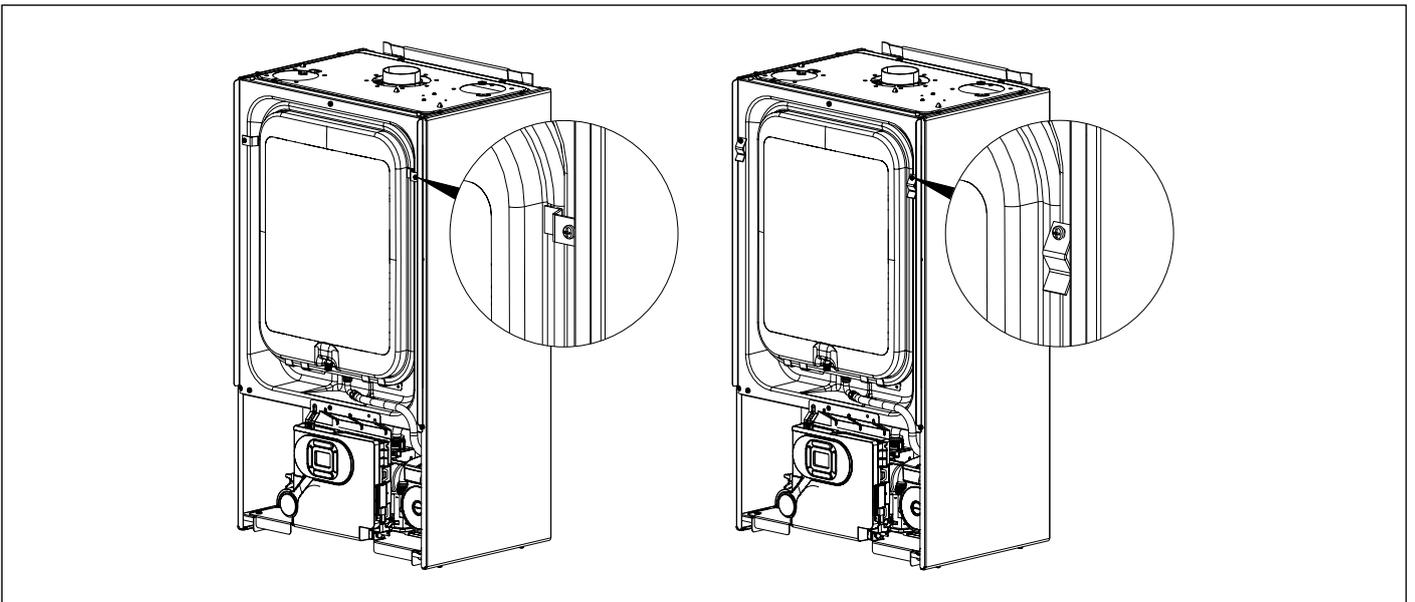
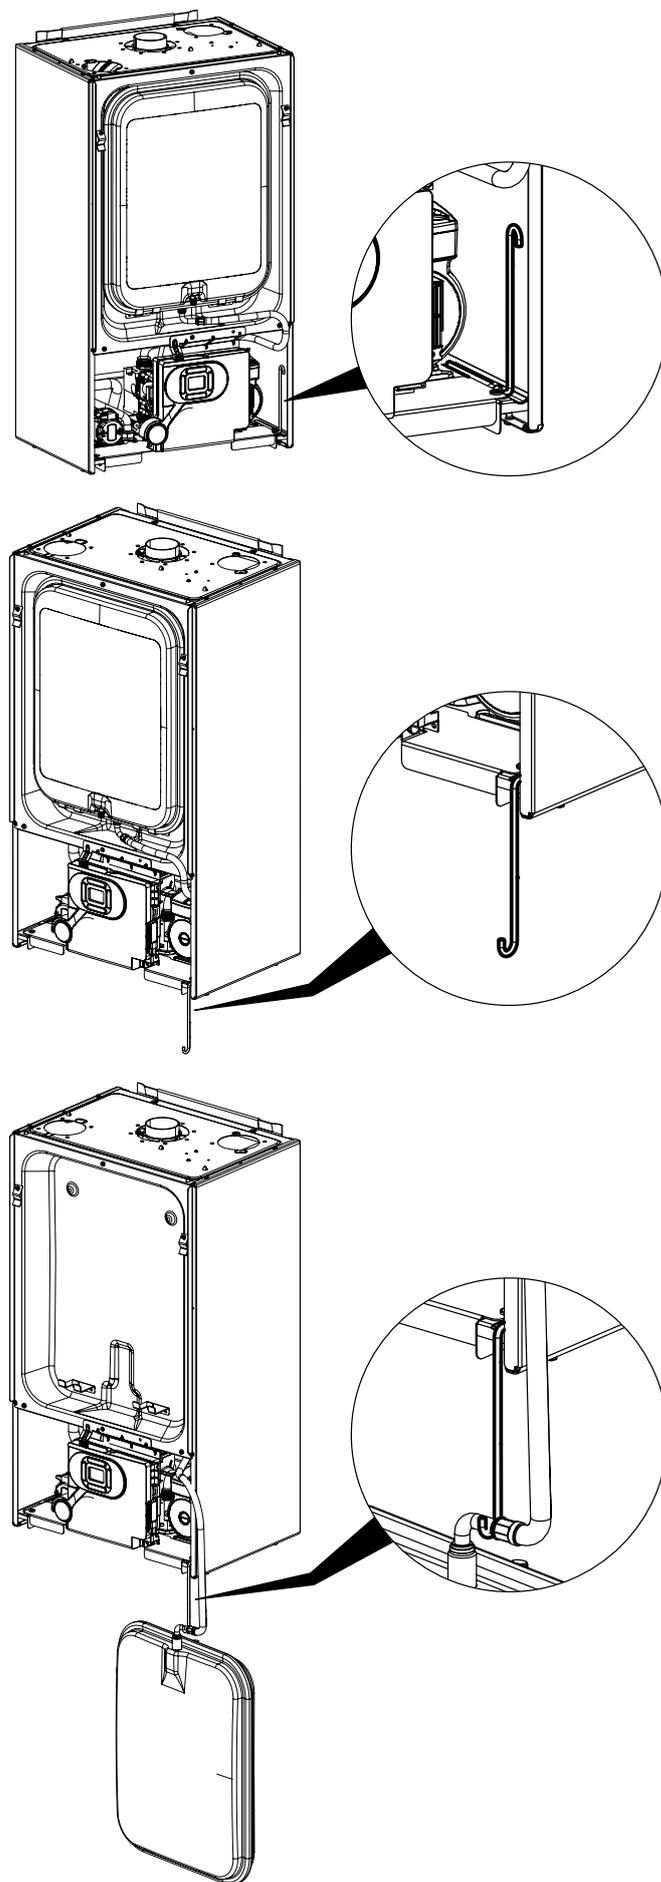
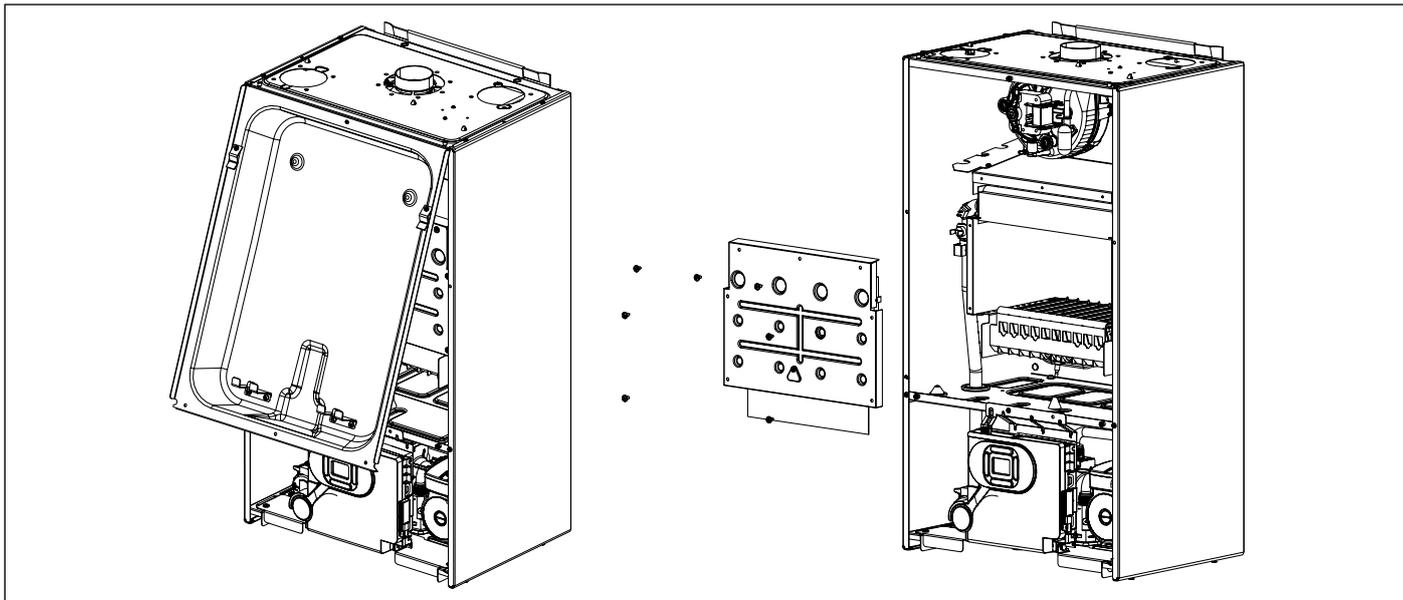

图 24 膨胀箱固定支架拆卸
图 25 膨胀箱支架
图 26 燃烧室拆卸
- 拆下燃烧室的前面板，移动安全膨胀水箱（参见图 24 膨胀箱固定支架拆卸；图 25 膨胀箱支架 以及图 26 燃烧室拆卸）。
- 拆下燃烧室的前部（详见图 26 燃烧室拆卸）。